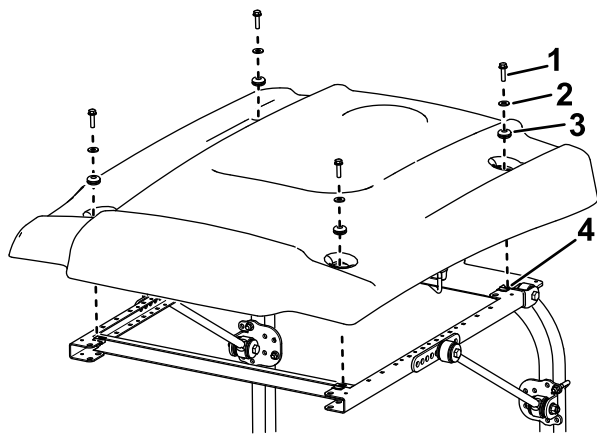

Figura 35
15. Durante l'allineamento dei fori di montaggio, posizionate il parasole sul telaio come mostrato in Figura 35.
16. Montate, senza serrarlo, ciascun angolo del parasole sul telaio con un bullone a testa flangiata (5/16" x 1") con una rondella piccola e un gommino (Figura 35).